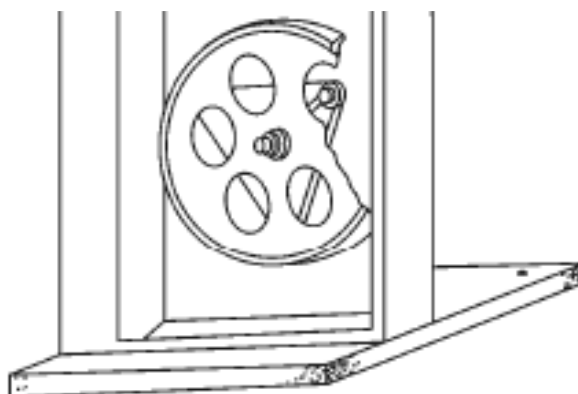

Рис. 5
- 1.5. Произвести регулировку регулировочными винтами на треугольной опоре нижнего маховика, при этом нижний маховик должен быть параллелен верхнему (**Рис. 5**).